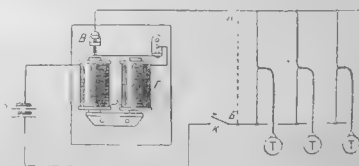

Рис. 3. Схема учебной станции.
5. Схема учебной станции составляется из батареи, пищика, ключа и потребного числа телефонной (см. рис. 3).